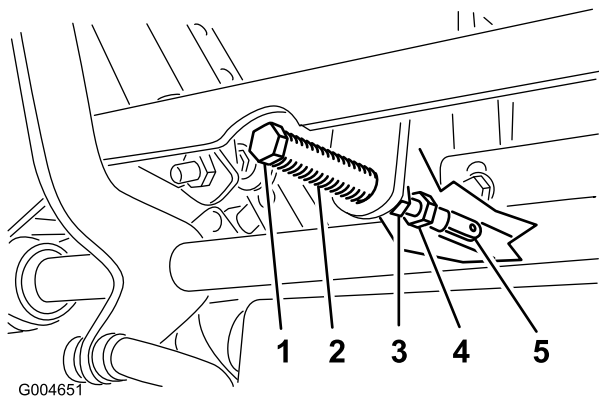

Figura 63
5. Tire hacia atrás de la palanca hasta que el pasador (en el brazo situado encima del eje pivotante) entre en contacto con el extremo de la ranura (empezando justo a tensar el muelle) (Figura 63).
- Si es necesario un ajuste, afloje la tuerca y la contratuerca contra la horquilla (Figura 63).
- Aplique una ligera presión hacia atrás en la palanca de control de movimiento, y gire la cabeza del perno de ajuste en el sentido apropiado hasta que la palanca de control esté centrada en posición de bloqueo/punto muerto (Figura 63).
- Apriete la tuerca y la contratuerca (Figura 63).
- Apriete las contratuercas de las articulaciones esféricas (Figura 63).